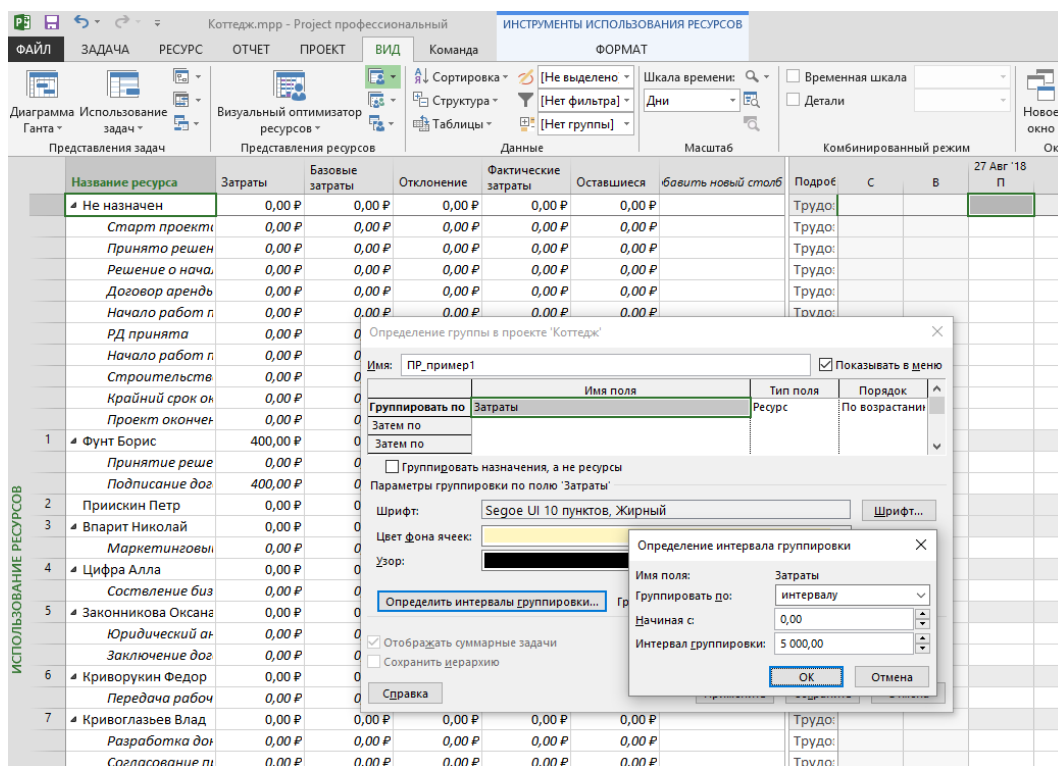

Рисунок 72 – Настройка группировки по стоимости ресурсов
- 6 По желанию можно выбрать шрифт, цвет фона ячеек и узор, Рисунок 72.